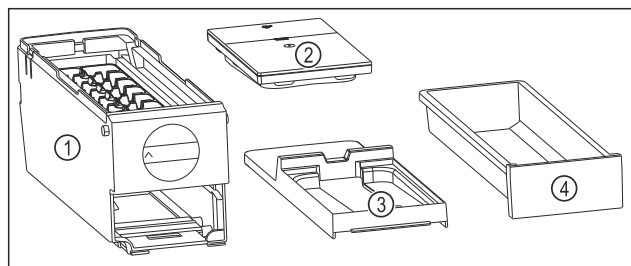

Fig. 107 Composants de l'EasyTwist-Ice
- L'EasyTwist-Ice est démonté en quatre parties. (voir Fig. 107)
- Ne démonter l'EasyTwist-Ice que de la manière illustrée. (voir Fig. 107)
- Nettoyer le corps de l'EasyTwist-Ice Fig. 107 (1) dans son ensemble.